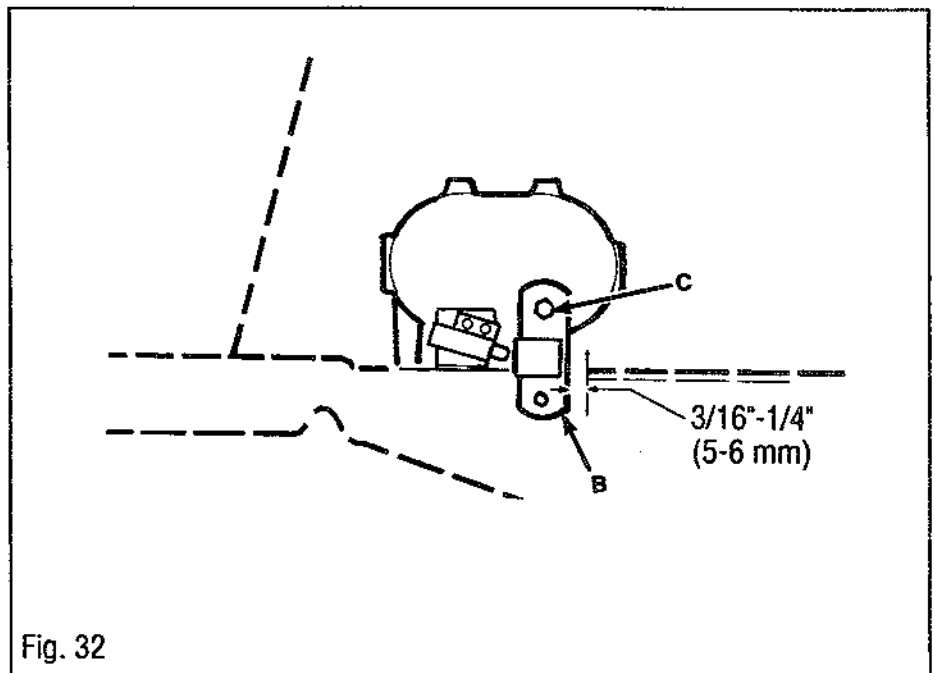

Fig. 32
2. Tourner les écrous à 6 pans (C, Fig. 32) qui fixent le levier de frein sur le côté gauche de la transmission pour retirer le jeu pouvant exister dans le système de freinage.
3. Avoir un assistant pour pousser fortement sur la pédale de frein. Ajuster jusqu'à ce qu'un écart de 5 à 6 mm ( $3/16$  à  $1/4$  po) existe entre le bord avant du levier de frein (B) et le bord avant de l'encoche du bâti dans laquelle le levier de frein descend.
*NOTE: NE PAS SURSERREER LES ECROUS (C) OU LE FREIN S'ENRAYE ET SURCHAUFFE.*